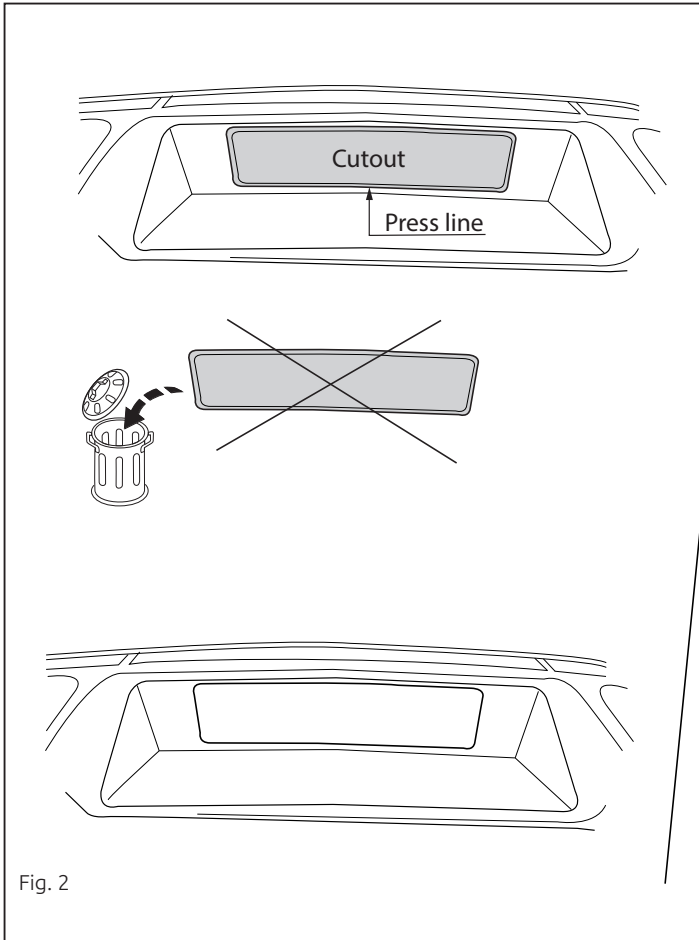

Fig. 2
3. **Внимание! При необходимости:** Выпилить обозначенные части, как указано на рис. 2.